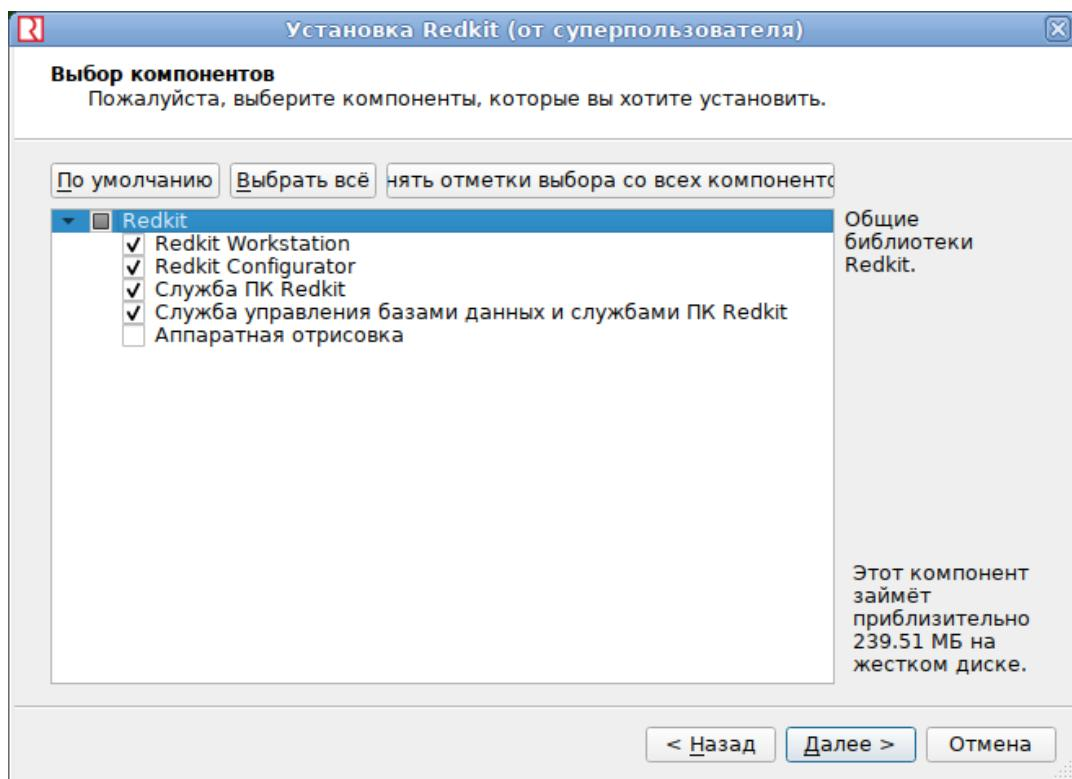

Рисунок 6 - Выбор компонентов
7. Выберите компоненты согласно Таблице 2 и нажмите Далее (Рисунок 6).